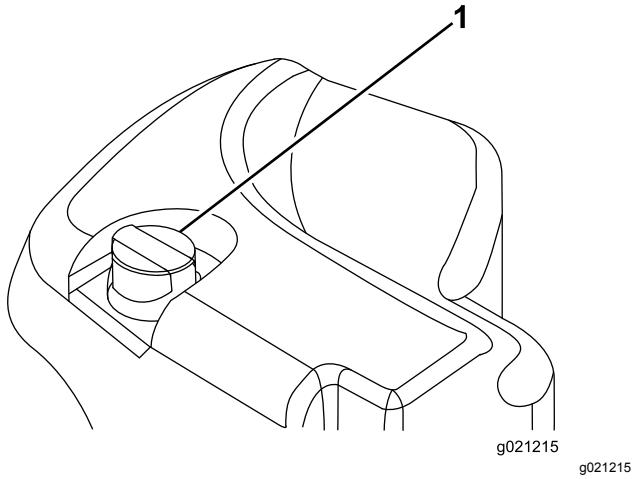

Bild 30
2. Reinigen Sie den Bereich um den Füllstutzen und den Deckel des Hydraulikbehälters (**Bild 30**). Drehen Sie den Deckel vom Füllstutzen ab.